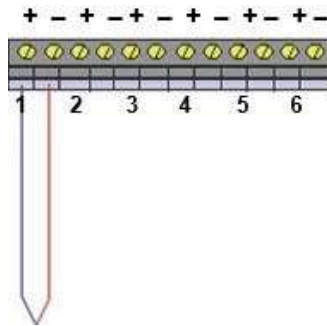

图 12: 热电偶连接
4. 一旦所有的传感器都连接好，将所有传感器按照下图所示连接，引出至出线口。用扎带将传感器规定在所位置。按照下图12连接，来保证模块测量精度。